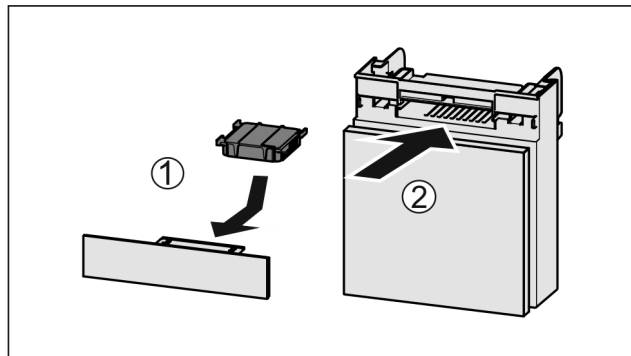

Fig. 173
- ▶ Установите фильтр с активированным углем, как показано на рисунке Fig. 173 (1).
- ▶ Вставьте отделение Fig. 173 (2).